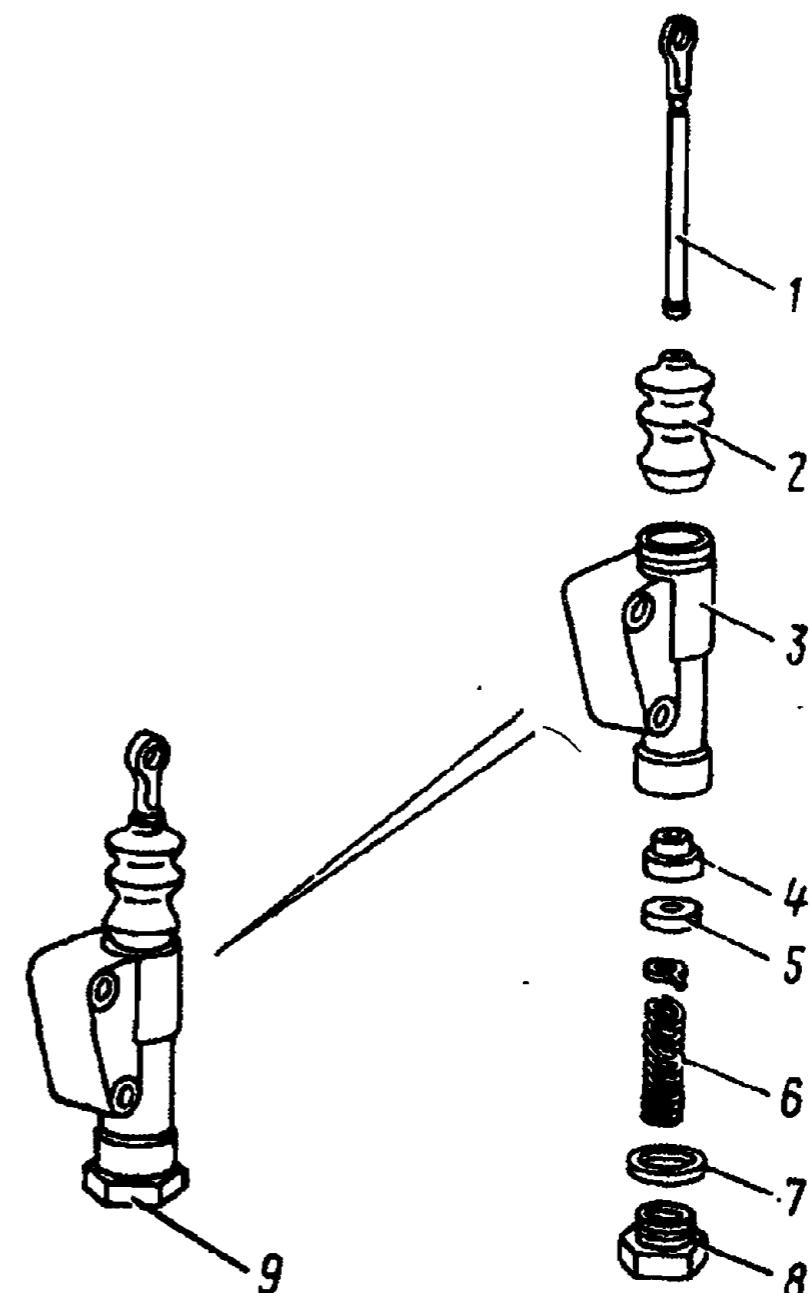

Рис. 136. Главный цилиндр управления сцеплением:
1. Снимите защитный чехол 2 (рис. 136) с корпуса 3 цилиндра вместе с толкателем 1	Слесарный верстак
4. Установите в корпус 3 (см. рис. 136) главного цилиндра поршень 4, манжету 5, пружину 6 и заверните пробку 8 с прокладкой 7.	Накидной ключ 38 мм, посуда для жидкости